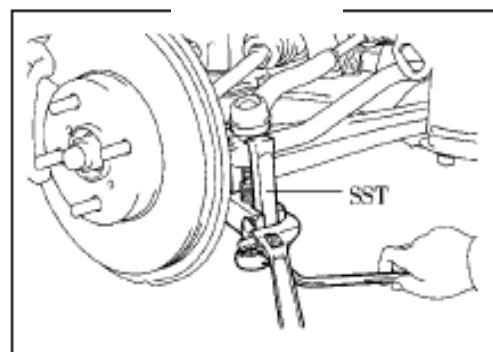

Рис. 244
(1) Снимите шплинт и стопорную гайку желобкового типа
(2) Снимите шпильку с шаровым наконечником из конического отверстия поворотного кулака(рис. 244)